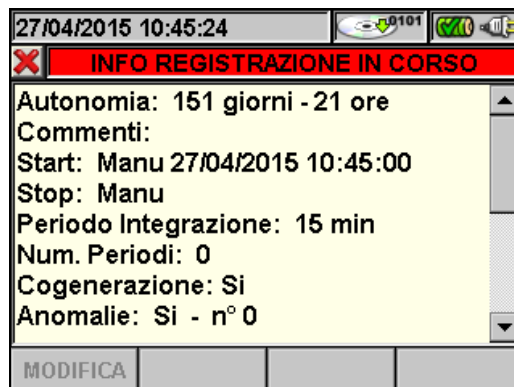

Fig. 112: Videata informazioni registrazione in corso con sistema NFV impostato
5. Nella videata di Fig. 112 sono riportate le seguenti informazioni: